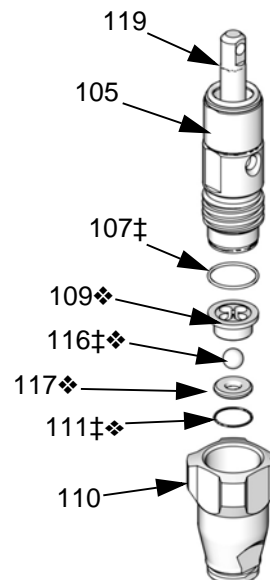

FIG. 11: Intagshusenhet
4. Ta bort intagshuset (110). Se FIG. 11.
5. Rengör eller byt ut kullearen (109), kulan (116), sätet (117) och o-ringen (111).
6. Installera o-ringen (111‡), sätet (117), intagskulan (116‡) och kullearen (109) i intagshuset (110).
7. Skruva på intagshuset (110) på cylindern (105). Vrid till 95–108 N•m (70–80 ft-lb).